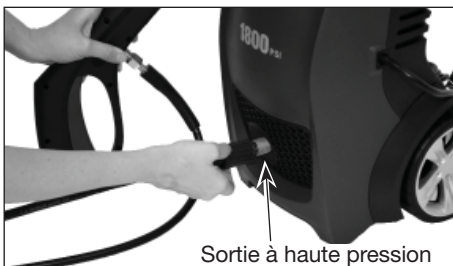

Figure 16 - Attachez le tuyau haute pression à la sortie haute pression (modèle PW1825 uniquement)
10. Attachez le tuyau haute pression au pistolet (voir la figure 16).